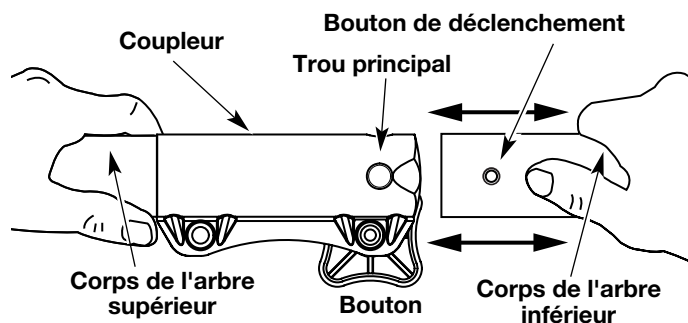

Fig. 2
3. En tenant fermement le logement de l'arbre supérieur, faites sortir l'accessoire du coupe-bordure du coupleur en tirant (Fig. 2).
3. Tenez fermement l'accessoire et enfoncez-le tout droit dans le coupleur (Fig. 2).
**MISE EN GARDE** : verrouillez le bouton de déclenchement dans le trou principal (Fig. 2) et vissez bien le bouton avant de faire marcher l'appareil.